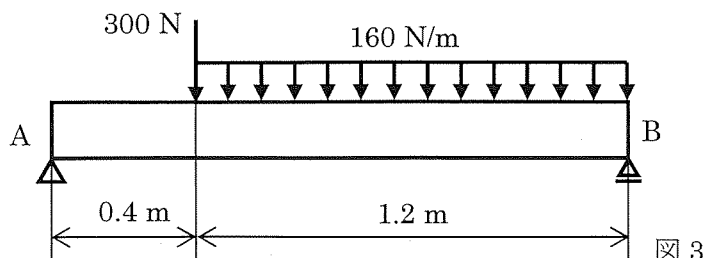

図 3
問 1.3 図 3 に示すように両端支持はりに分布荷重が作用している。以下の設問に答えなさい。
- (1) 図 3 のはりに作用する曲げモーメントの式を示しなさい。
- (2) 図 3 のはりに生じる最大曲げモーメントの大きさを求めなさい。
- (3) 図 3 のはりに生じる最大曲げ応力の大きさを求めなさい。
- (4) 図 3 のはりが引張の曲げ応力で破壊しないためには、基準強さとする材料の引張強さがいくら必要か求めなさい。ただし、安全率は 4 とする。